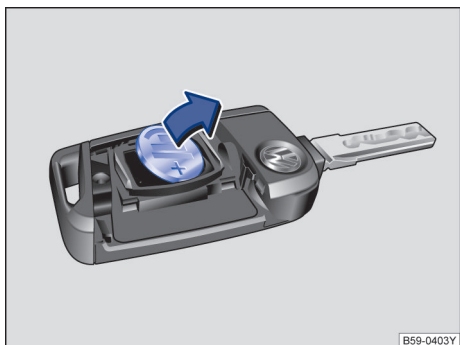

图 50 汽车钥匙：取出旧电池
- 用一合适的扁平器具从电池盒里撬出电池→图 50。
- 安放新电池，然后沿 →图 50 箭头相反方向将其推入电池盒内。